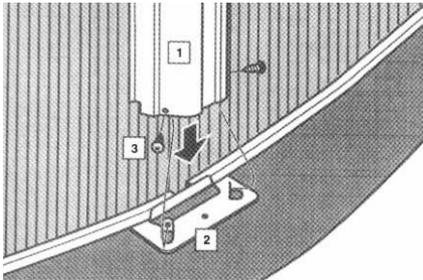

Fig. 19
- Alignez le bas de l'un des montants (Fig. 19 – 1), avec les deux petites languettes sur l'une des plaques de base (Fig. 19 – 2). Les languettes doivent être à l'intérieur du montant.
- Alignez les trous pour les vis (Fig. 19 – 3) de chaque côté.